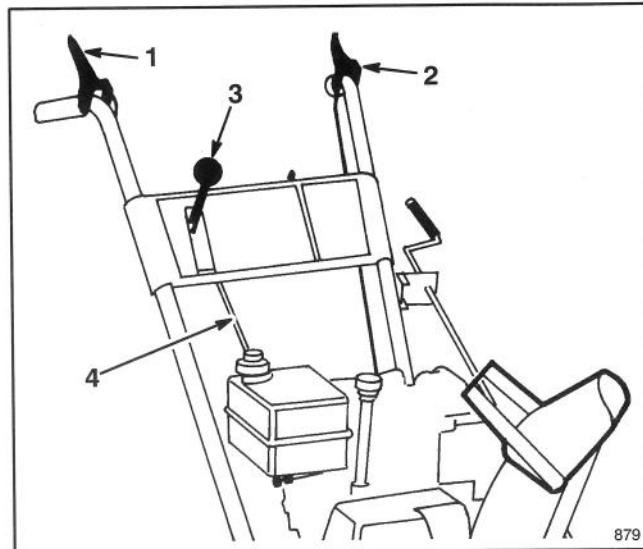

Figure 6
4. Faites monter ou descendre les écrous à colerette sur la tige de commande de traction jusqu'à ce que la distance du haut de la poignée au bas de la tige (Fig. 6 et 7), soit d'environ 11.1 cm (4 $\frac{3}{8}$  pouces). **Ceci est un réglage préliminaire.** Serrez les deux écrous à colerette à la main.
5. Placez le sélecteur de vitesses (Fig. 6), en troisième.
3. Vérifiez la distance entre le haut de la poignée et le bas du levier de commande de tarière (Fig. 6 et 9). Elle doit être d'environ 10 cm (4 pouces). **Ceci est un réglage préliminaire.**